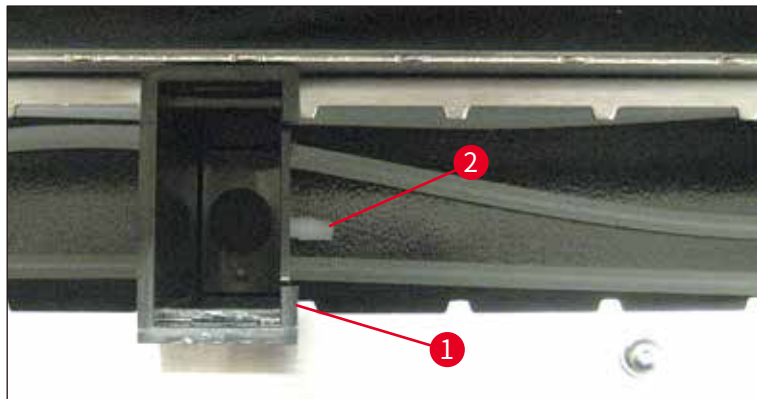

图 19
2. 插入冲洗缸,使得软管接头 (→ 图 19-2) 指向下载槽 (→ 图 19)。